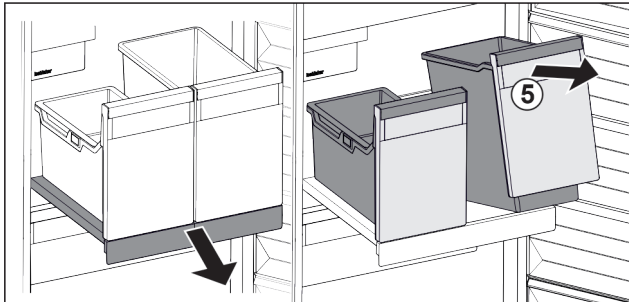

Fig. 123
- ▶ Levante el contenedor *Fig. 123 (5)* por la parte delantera.